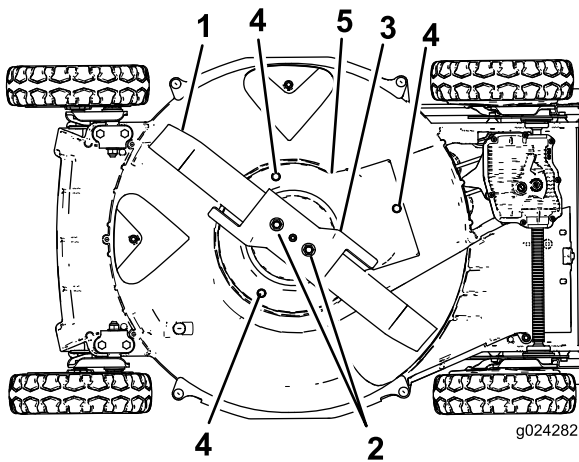

Figura 36
- Retire las 2 tuercas de la cuchilla, el acelerador y la cuchilla (Figura 36).
- Retire los tornillos que sujetan el protector del embrague del freno de la cuchilla a la carcasa de corte (Figura 36).